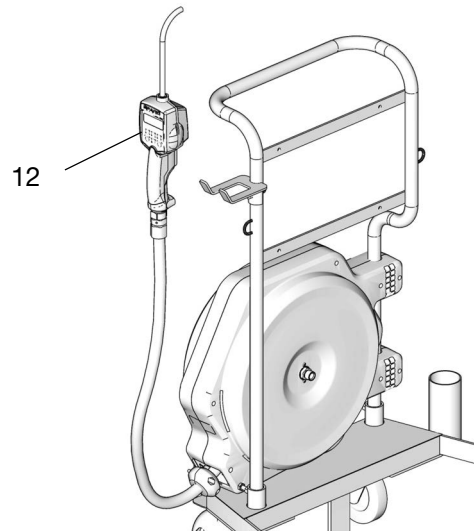

FIG. 33
5. Coloque el dispositivo dispensador (12) en el extremo de la manguera y apriete el accesorio de conexión con firmeza (FIG. 33).